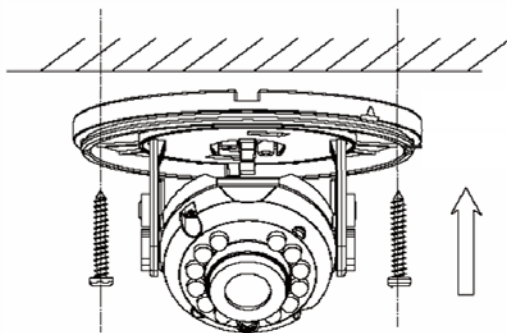

Рис. 2.2. Крепление видеокамеры
- Прикрепите видеокамеру к поверхности с помощью шурупов и ослабьте регулировочные винты на ней (см. Рис. 2.2).